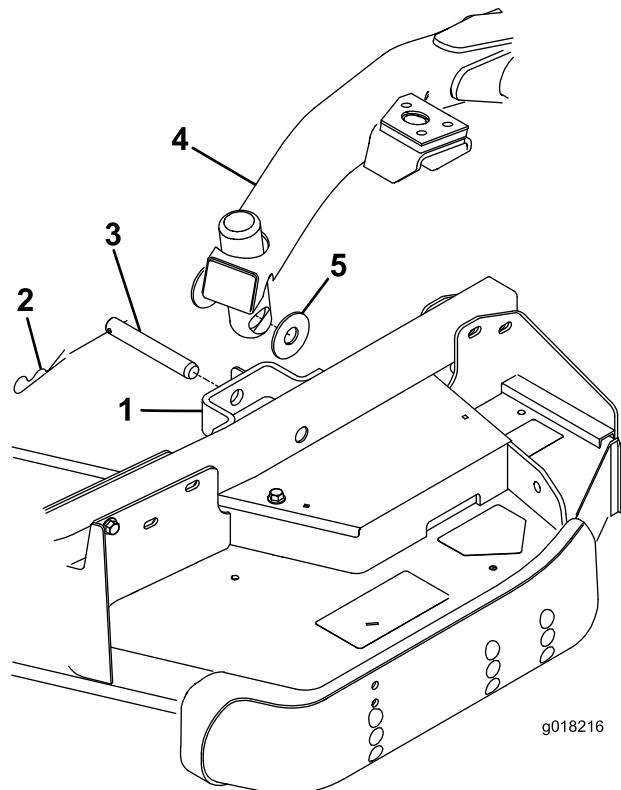

Figura 5
- Retire las 2 arandelas de empuje, la chaveta y el pasador del soporte del brazo de cada rueda giratoria de la unidad de corte (Figura 5).
- Presione el interruptor de elevación hacia adelante, a la posición de FLOTACIÓN. Empuje hacia abajo uno de los brazos de elevación hasta que los taladros del brazo de elevación estén alineados con los taladros del soporte del brazo de la rueda giratoria (Figura 5).
- Fije el brazo de elevación al brazo de la rueda giratoria con las 2 arandela de empuje, un pasador de horquilla y una chaveta. Coloque las arandelas de empuje entre el brazo de elevación y el soporte del brazo de la rueda giratoria (Figura 5) e introduzca el extremo del pasador de horquilla en la ranura de la pestaña del brazo de la rueda giratoria para retener el pasador.